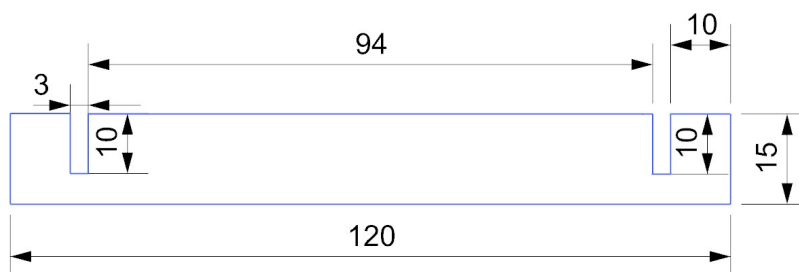

Figura 6 – Transversinas.
- 6 transversinas (Figura 6).
- A estrutura deverá ser composta de duas treliças planas conectadas uma à outra através de, no máximo, 6 transversinas padrão (Figura 6).
As transversinas terão formato indicado (Figura 6).